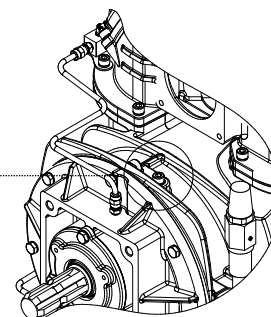

Рис. 6.2
- Откройте пробку проверки лопаток на корпусе. См. Рис. 6.2.